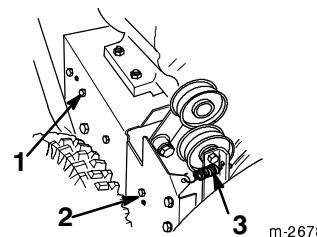

Figure 30
- Desserrez le bras de frein de tarière. Pour ce faire, desserrez la vis arrière et retirez la vis avant (Fig. 30).
- Déposez le ressort de poulie folle (Fig. 30). Laissez le bras de frein pendre librement, mais hors du chemin.
3. Desserrez le bras de frein de tarière. Pour ce faire, desserrez la vis arrière et retirez la vis avant qui fixent l'ensemble bras de frein au châssis (Fig. 30).
4. Déposez le ressort de poulie folle (Fig. 30). Laissez le bras de frein pendre librement, mais hors du chemin.